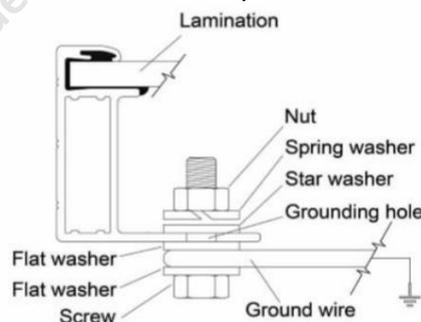

Figure 1
- Utilisez un boulon et des rondelles M8 pour relier le fil de terre et le cadre en aluminium à travers les trous de mise à la terre (comme illustré sur la figure 1). Le couple de serrage est de 3 à 7 N.m. Toutes les noix et les rondelles doivent être en acier inoxydable.